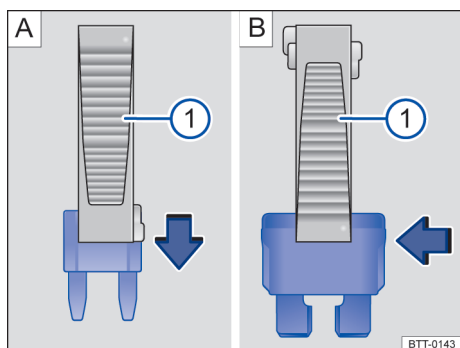

Fig. 133 Remover ou instalar um fusível com a garra da pinça de plástico .
- Se necessário, retirar a pinça de plástico → Fig. 133  do suporte. O suporte se encontra na parte traseira da caixa de fusíveis perto da tomada de conexão para diagnóstico.
- Em caso de *fusíveis pequenos*, encaixar a garra  por cima → Fig. 133 A.
- Em caso de *fusíveis maiores*, empurrar a garra  lateralmente sobre o fusível → Fig. 133 B.